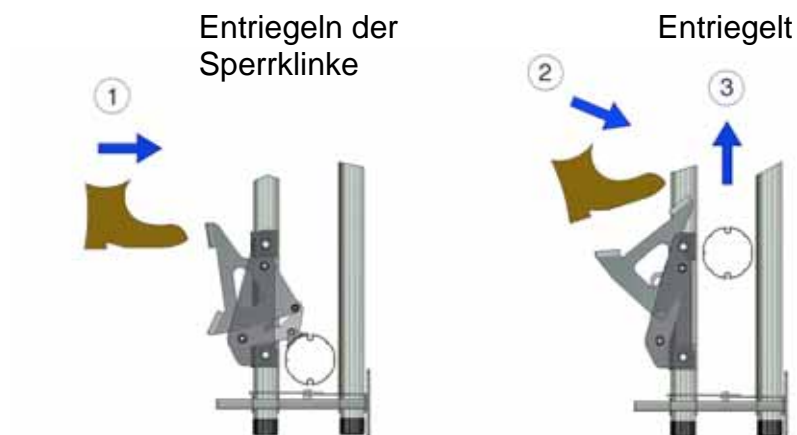

Abbildung 26: Entriegeln des Vorhangs
- 8.3 Um die Sperrklinke zu lösen, oberes Pedal treten, um das Material zu entspannen, und dann weiter drücken, bis das Pedal in der Arretierung einrastet und offen bleibt, siehe Abbildung 26.